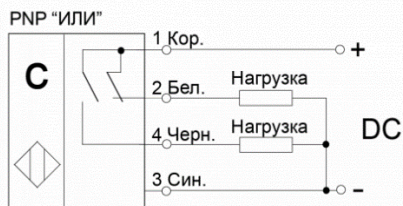

Рисунок 4 - Схема подключения выключателей
3.10 Выключатели включаются в электрическую цепь по 4-х проводной схеме (см. Рисунок 4). Соответствие выводов и схема подключения указаны в маркировке выключателя.